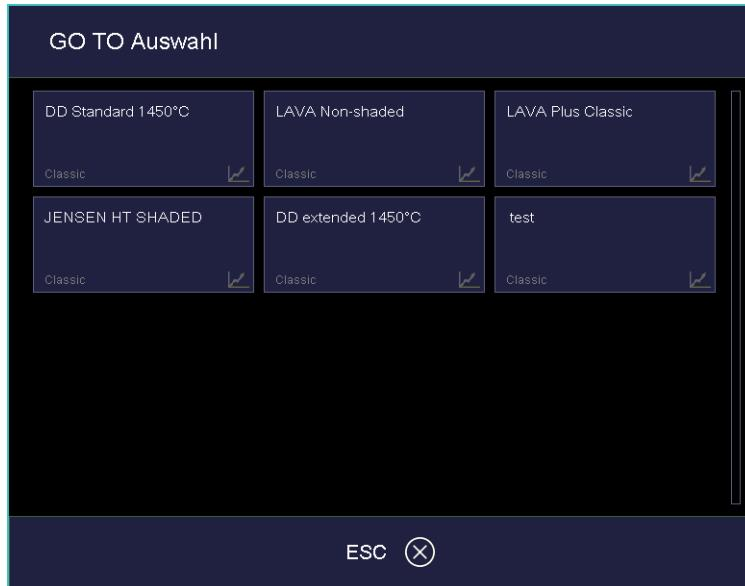

Fig. 5-8 Fenster "GOTO Auswahl" (Beispiel)
- [GO TO] Öffnet das Fenster "GO TO Auswahl". Siehe Fig. 5-8. Sie können ein anderes Programm innerhalb des Sets auswählen.
• [GO TO]	Öffnet das Fenster "GO TO Auswahl". Siehe Fig. 5-8. Sie können ein anderes Programm innerhalb des Sets auswählen.